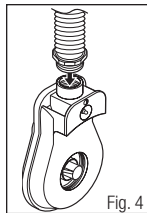

Fig. 4
1. Se usar a traquéia H-115, GVP-122, L-122 ou GVP-123, parafuse a extremidade chanfrada na porta de saída do GVP-100 como mostrado na Fig. 4.